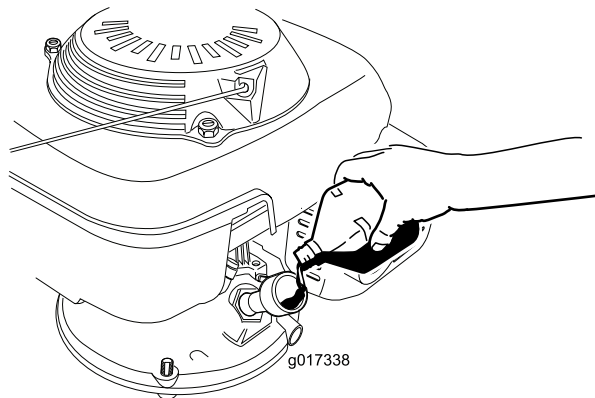

Figura 8
3. Vierta aceite **lentamente** en el tapón de llenado de aceite, espere 3 minutos y compruebe el nivel de aceite en la varilla limpiando la varilla e insertándola **sin enroscar** en el orificio (**Figura 8**).